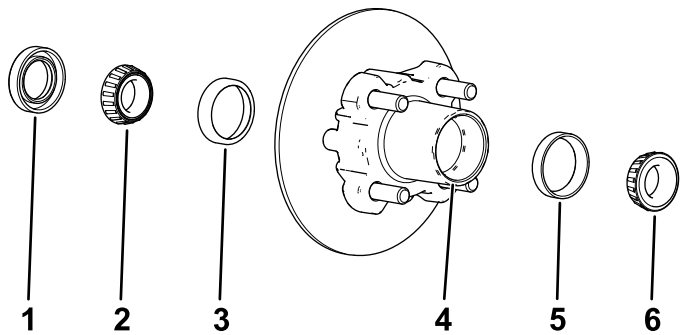

Figure 33
1. Déposez le roulement extérieur et la bague de roulement du moyeu (Figure 33).
2. Déposez le joint et le roulement intérieur du moyeu (Figure 33).
5. Éliminez la graisse, la saleté et les débris à l'intérieur de la cavité du moyeu (Figure 33).
7. Remplissez 50 à 80 % de la cavité du moyeu avec la graisse spécifiée (Figure 33).
8. Montez le roulement intérieur sur la bague, sur le côté intérieur du moyeu, puis posez le joint (Figure 33).